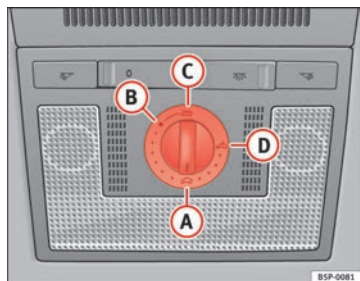

Abb. 70 Detailsicht des Dachhimmels: Drehschalter Schiebe-/Ausstelldach
- Drehen Sie den Drehschalter in Stellung **(A)** ⇒ Abb. 70 ⇒ .